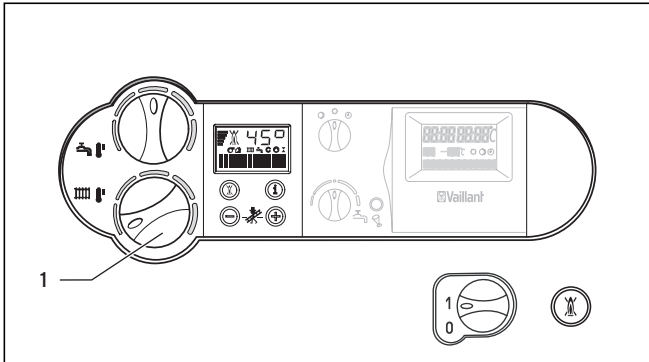

Abb. 6.8 Heizbetrieb ausschalten (Sommerbetrieb)
- Drehen Sie hierzu den Drehknopf (1) (Abb. 6.8) zur Einstellung der Heizungs-Vorlauftemperatur auf Linksanschlag.